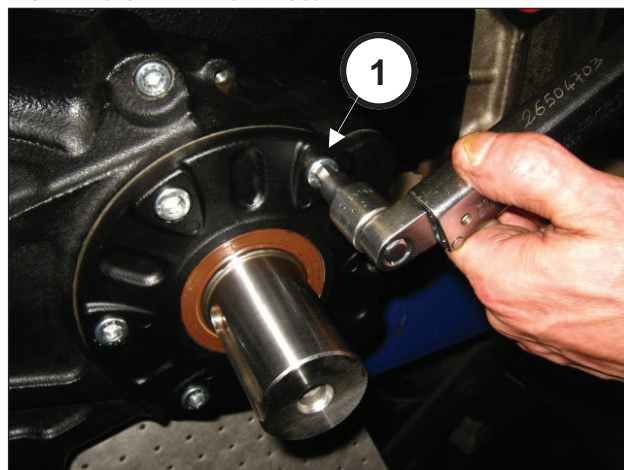

Рис. 82
Затяните 6 винтов M10x25 (поз. ①, Рис. 82). Откалибруйте винты динамометрическим ключом, как указано в главе 3 **МОМЕНТЫ ЗАТЯЖКИ ВИНТОВ.**